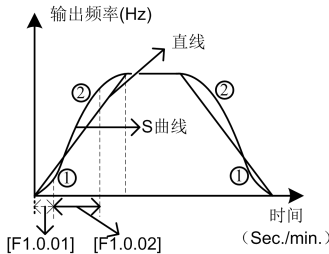

图 7-24 加减速曲线
S 曲线加速起始/减速终止时间如图 7-24 中的①所示，用加、减速总时间的百分比表示。
S 曲线加速上升/减速下降段时间如图 7-24 中的②所示，用加、减速总时间的百分比表示。